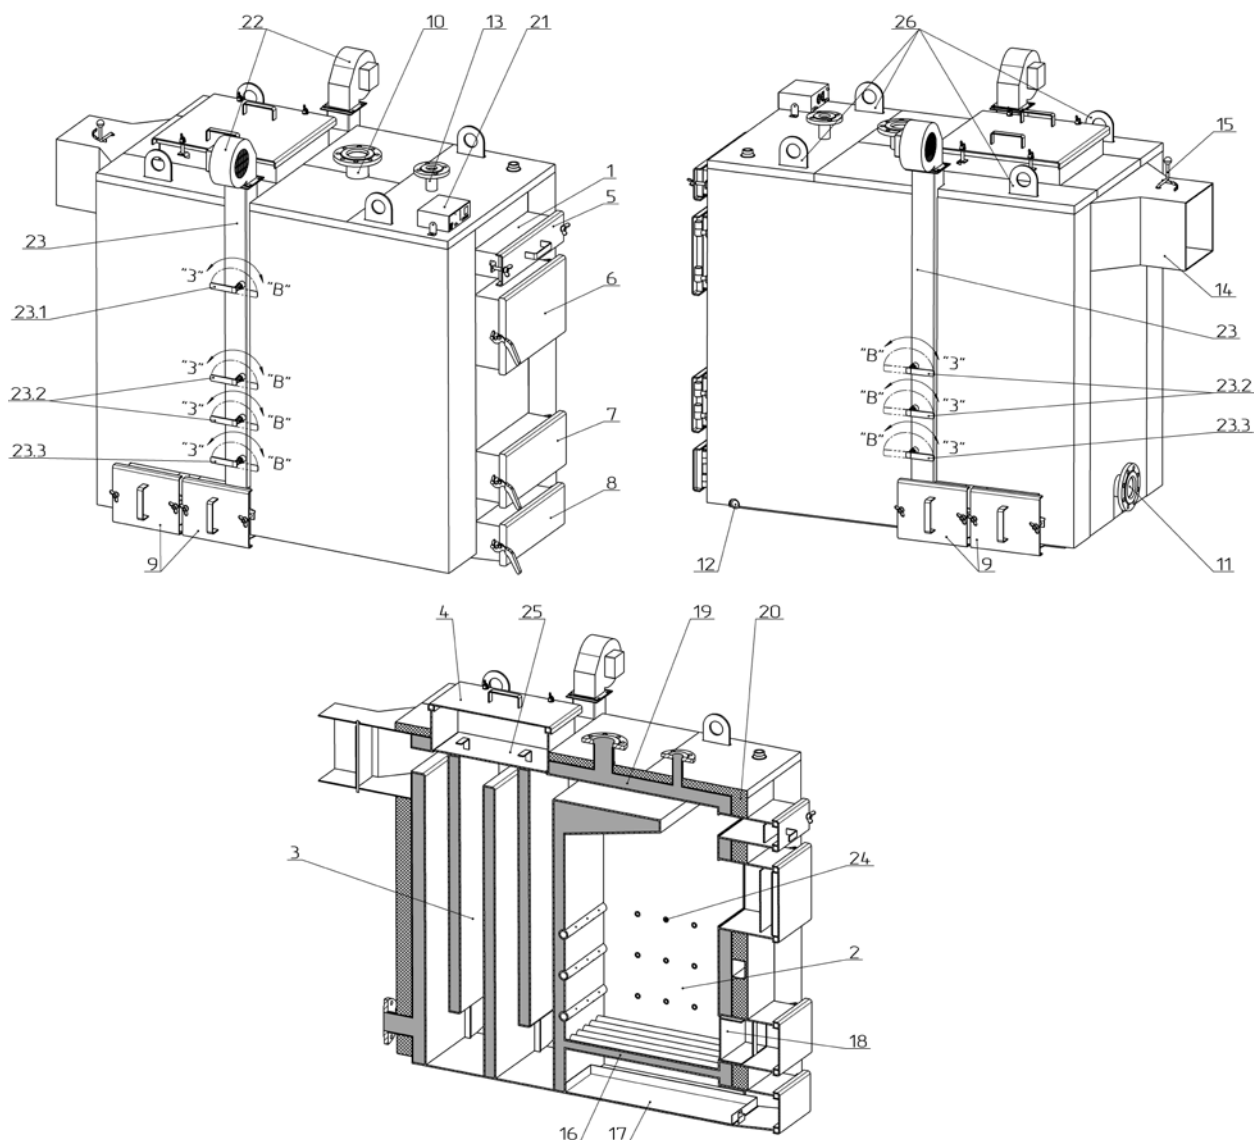

Рисунок 2 – Зовнішній вигляд та основні елементи котла
Конструктивно котел являє собою збірно-зварену конструкцію, що складається з корпусу (поз. 1, рис. 2) з камерою згоряння (топкою) (поз. 2, рис. 2). Конвекційна частина котла складається з комбінованого п'ятиходового теплообмінника (поз. 3, рис. 2) – горизонтальної (верхньої) полиці та чотирьох вертикальних колодязів.
Корпус котла виконаний в формі паралелепіпеду з подвійними стінками, які розділені водними перегородками (поз. 19, рис. 2). На зовнішній поверхні корпусу під декоративною обшивкою закріплена теплова ізоляція. (поз. 20, рис. 2).
Паливо для процесу спалення завантажується на колосникові ґрати (поз. 16, рис. 2) крізь завантажувальні дверцята (поз. 6, рис. 2). Колосникові ґрати виконані з товстостінних безшовних труб по яких постійно циркулює вода з водяної оболонки котла, що унеможлиблює їх прогорання. Згоряння палива в топці відбувається за участю повітря, яке постачається по двом каналам подачі повітря (правому та лівому) (поз. 23, рис. 2) припливними вентиляторами (поз. 22, рис. 2). Кількість повітря, необхідного для процесу згоряння, регулюється автоматично блоком автоматики управління (поз. 21, рис. 2).
Підведення і відведення теплоносія здійснюється відповідно через патрубки зворотної мережної води (поз. 11, рис. 2) і прямої мережної води (поз. 10, рис. 2).
Топочні гази виходять у димохід крізь боров (поз. 14, рис. 2), розташований у задній частині котла. Боров обладнано вбудованим дросельним клапаном продуктів згоряння – шибером (поз. 15, рис. 2). У випадку надто високої тяги у димоході шибер дає можливість її знизити шляхом часткового перекривання вихідного отвору борова.
Зола, яка утворюється в процесі згоряння палива, зсипається в нижню частину корпусу котла в якій розташована висувна полиця для золи – зольник (поз. 17, рис. 2).
У верхній частині корпусу котла розташований патрубок (в котлі 400 кВт – два однакові патрубки) для встановлення запобіжного клапана (поз. 13, рис. 2).
На бічній стінці корпусу у нижній її частині розміщено шпугер для зливу води з котла (поз. 12, рис. 2).
Для проведення завантажувально-розвантажувальних робіт з котлом, у верхній його частині передбачені такелажні елементи (поз. 26, рис. 2).
- на передній стінці котла (поз. 5, рис. 2);
- у верхній частині котла (поз. 4, рис. 2);
- на бічній стінці (поз. 9, рис. 2).
- ревізійний дверцята (поз. 7, рис. 2) для періодичного чищення колосникових ґрат;
- дверцята зольника (поз. 8, рис. 2) для можливості спорожнення висувної полиці – зольника.